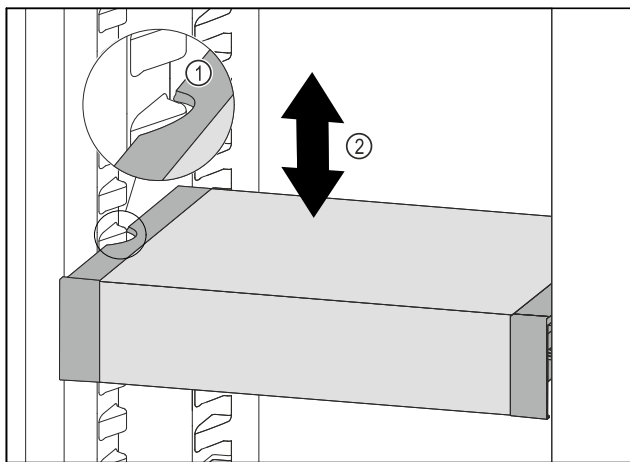

Fig. 84
- ▶ Тяните VarioSafe вперед, пока боковые выемки VarioSafe не окажутся на высоте выступа резервуара в холодильном отделении. Fig. 84 (1)
- ▶ Двигайте VarioSafe в холодильном отделении вверх или вниз, пока не будет достигнута требуемая высота. Fig. 84 (2)